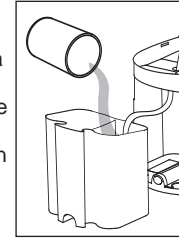

Fig. 6
6) Si lo desea, retire el tanque de drenaje/aromaterapia de la unidad. Llénelo con un máximo de 60 mL de agua salina o de aromaterapia, *Fig. 6.*